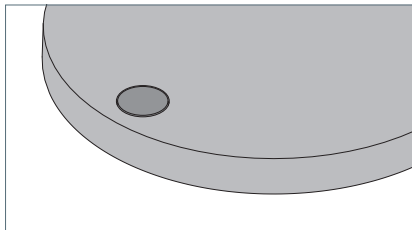

Fig. 8: Tasto.
- Premere brevemente il tasto, vedi Fig. 8.
- Premere il tasto e tenerlo premuto, vedi Fig. 8.
- Premere il tasto, tenerlo premuto per dieci secondi finché l'apparecchio d'illuminazione non inizia ad accendersi a intervalli regolari, vedi Fig. 8.